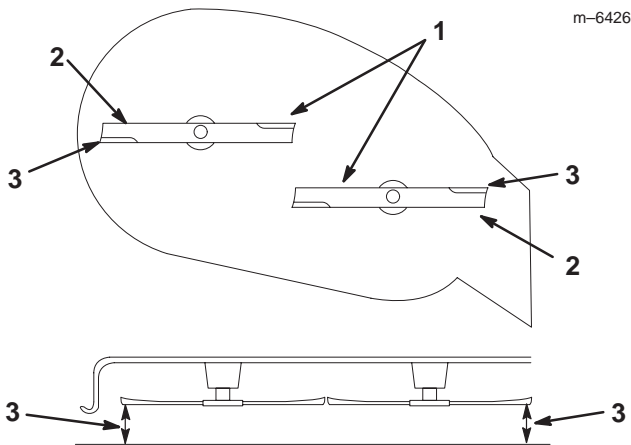

Bild 39
5. Drehen Sie die Schnittmesser vorsichtig von einer Seite zur anderen (Bild 39). Messen Sie den Abstand zwischen den äußeren Schnittkanten und der ebenen Oberfläche (Bild 39). Wenn beide Messwerte nicht innerhalb von 5 mm liegen, ist eine Einstellung erforderlich. Siehe Schritte 6 bis 8.